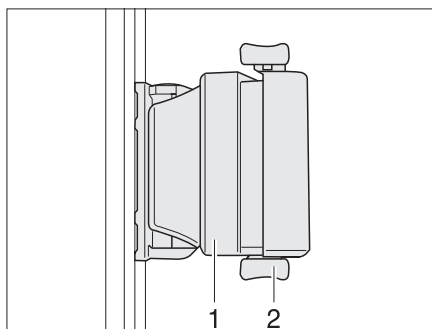

Fig. 66 Finestra scorrevole con bloccaggio scorrevole
- Ruotare il bottone di bloccaggio (Fig. 66,1) portandolo in posizione verticale.
- Premere la maniglia (Fig. 66,2) e spingerla contemporaneamente in avanti o indietro.